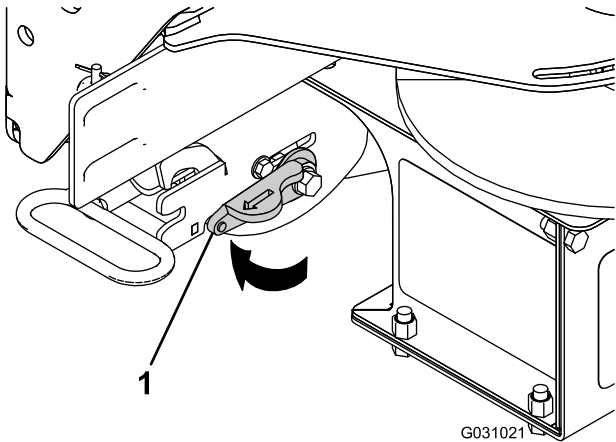

Figura 24
- Gire la palanca de bloqueo del acoplamiento RT3 a la posición de DESBLOQUEO (Figura 24).